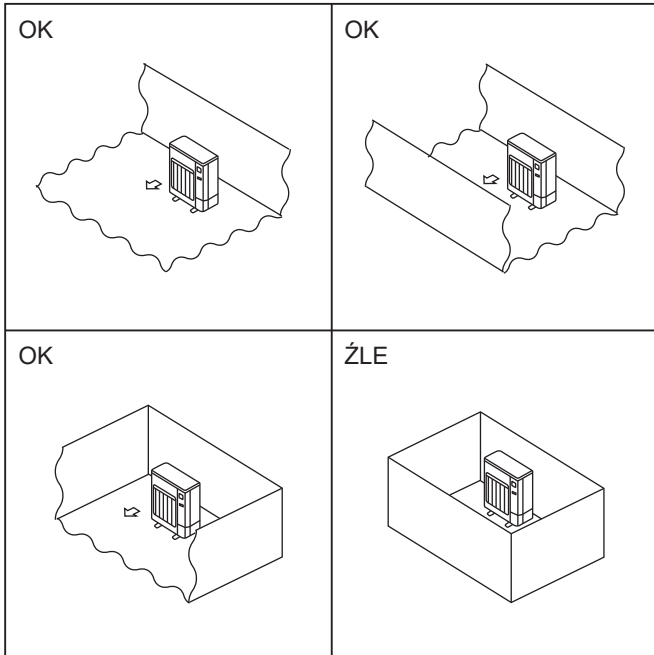

Fig. 2-1
- Jednostki zewnętrzne należy instalować w miejscach, które są otwarte z co najmniej jednej z czterech stron i oferują dostatecznie dużą powierzchnię bez zagłębień. (Fig. 2-1).